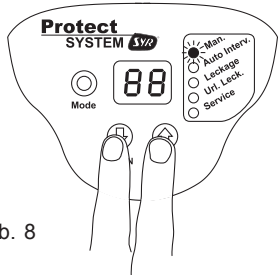

Abb. 8
Um den Bodensensor abzumelden, lösen Sie die Tastensperre des Protect, indem Sie die „↑“- und „↓“-Taste für 3 Sek. gedrückt halten (Abb. 8). Drücken und halten Sie die „Mode“-Taste (1) und drücken Sie gleichzeitig die „↑“-Taste (2) dreimal hintereinander. Drücken Sie einmal die „Mode“-Taste und stellen Sie mit der „↑“- oder „↓“-Taste den Wert von „H1“ auf „H0“ um. Der Bodensensor ist nun abgemeldet.